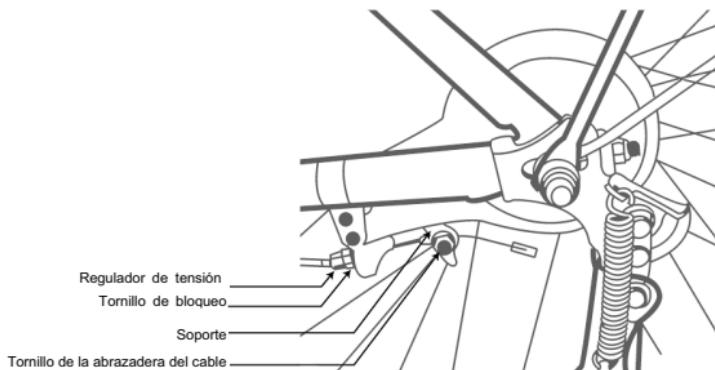

Figura 9
- Apriete el tornillo de la abrazadera del cable de forma segura y ajuste el regulador de tensión hasta que haya una fuerza de frenado suficiente. (Figura 9)